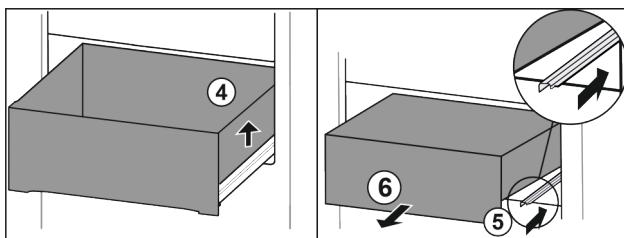

Fig. 72
- Підняти висувний ящик праворуч. Fig. 72 (4)
- Вставити праву рейку. Fig. 72 (5)
- Вийняти висувний ящик рухом вперед. Fig. 72 (6)